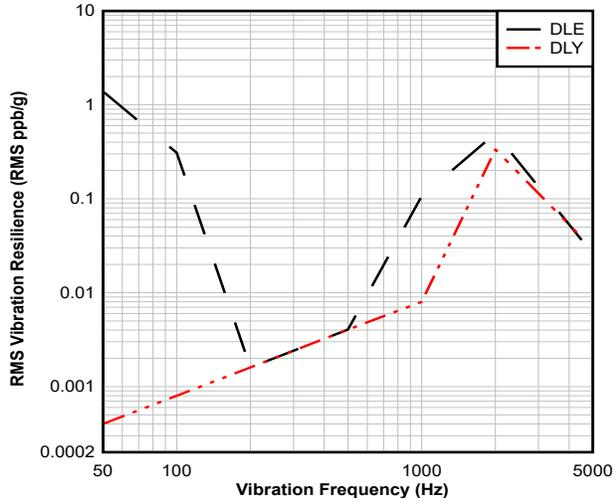

图 8-3. 25MHz、25°C、1.8V 电源电压条件下，抗振性和振动频率间的关系 ( X 轴 )
图 8-3 显示了 CDC6Cx BAW 振荡器的振动性能。德州仪器 (TI) 按照 MIL-STD-883 方法 2026 条件 C (10g) 和方法 2007 条件 A (20g) 进行了测试。在该测试中，CDC6Cx 振荡器安装在 EVM 上，并在 X、Y 和 Z 轴方向上分别承受 10g 的加速度，频率范围为 50Hz 至 2kHz。使用 Keysight E5052B 捕获因振动而产生的杂散相位噪声轨迹，并根据杂散功率计算出频率偏差。然后，根据载波频率将频率偏差转换为 ppb，并统一为 ppb/g。最后，将沿所有三个轴的 ppb/g RMS 总和以 ppb/g 为单位报告为振动灵敏度。CDC6Cx 在振动条件下的性能约为 2ppb/g，而大多数石英振荡器的最佳性能为 3ppb/g，更差的可能超过 10ppb/g。